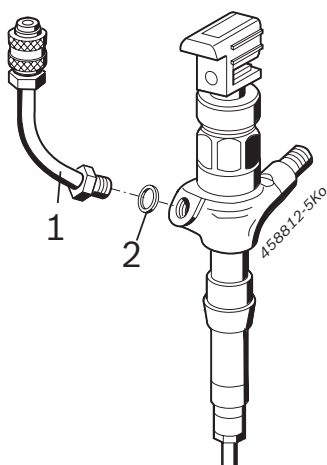

Rys. 1: Wąż 1 680 712 369
Wąż 1 680 712 369 należy podłączyć przy użyciu adaptera (rys. 1, poz. 2) do złącza powrotnego wtryskiwacza CRI piezo Siemens/VDO/Conti. Złączkę (rys. 1, poz. 1) należy podłączyć do złącza kontrolnego dawki powrotnej urządzenia EPS 200 / 205.
- Włączyć urządzenie EPS 200 / 205 przy użyciu centralnego wyłącznika głównego z przodu urządzenia (rys. 1, poz. 6).